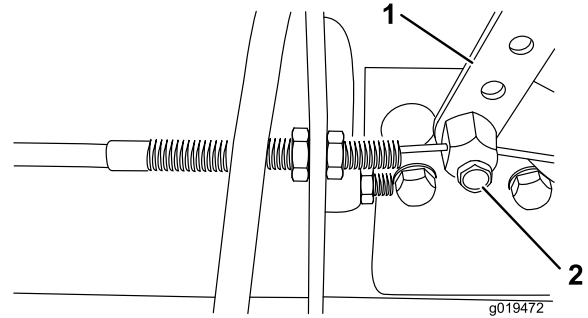

Figure 56
2. Desserrez la fixation du câble d'accélérateur sur le bras du levier de la pompe d'injection (Figure 56).